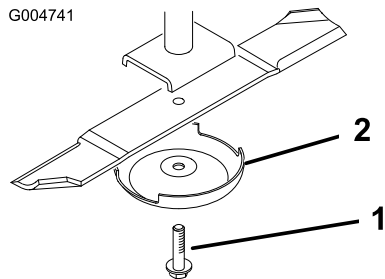

Figura 92
2. Sujete el extremo de la cuchilla usando un paño o un guante grueso. Retire del eje de la cuchilla el perno de la cuchilla, el protector de césped y la cuchilla (Figura 92).